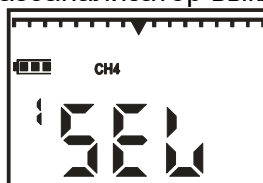

Рисунок 1.5
3) кнопкой "РЕЖИМ" выбрать необходимый газ (рисунок 1.5), кнопкой  зафиксировать выбор, после чего газоанализатор выключается.